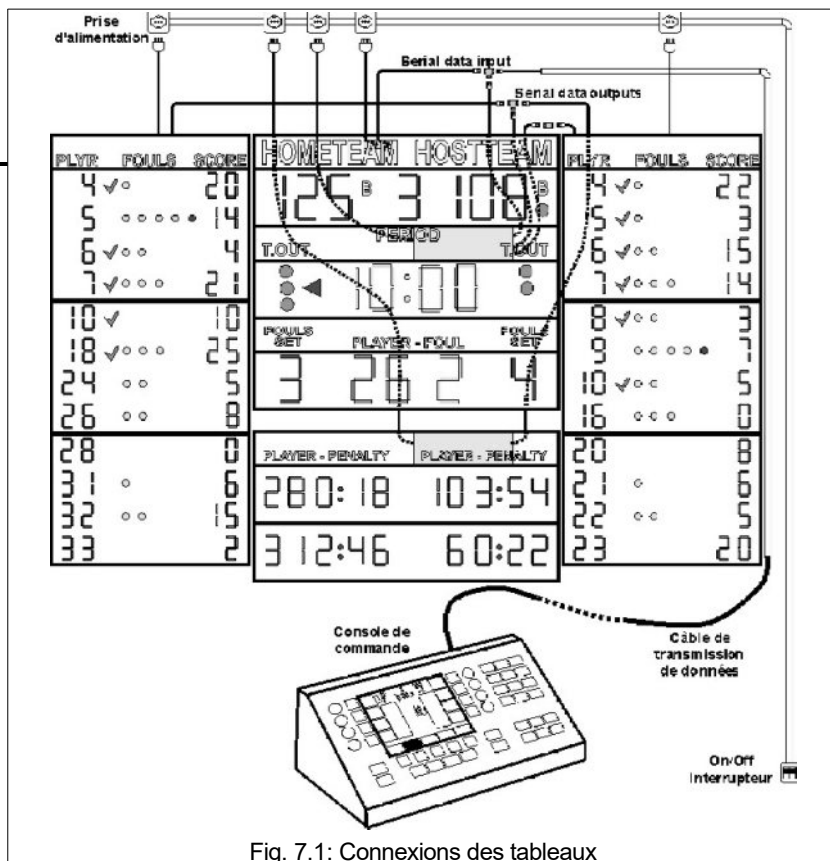

Fig. 7.1: Connexions des tableaux
3. Pour la connexion aux autres tableaux de la série FS placés à proximité, comme par exemple les tableaux latéraux pour l'affichage des fautes/score des joueurs ou ceux centraux pour les temps de pénalité (voir exemple à la Fig. 7.1), branchez aux connecteurs "SERIAL DATA OUTPUT" les autres câbles rallonge d'1 m, comme indiqué au paragraphe précédent.
Chaque tableau est équipé d'un câble d'alimentation avec une fiche. Pour allumer et éteindre le tableau facilement, il est recommandé d'installer une prise d'alimentation juste au-dessus du tableau (voir exemple à la Fig. 7.1).
La Fig. 7.1 illustre une configuration constituée par un tableau central, des tableaux latéraux pour l'affichage des fautes et du score des joueurs et un tableau inférieur pour l'affichage des temps de pénalité.
ceux inférieurs pour l'affichage des temps de pénalité, peuvent être connectés aux deux autres câbles série "SERIAL DATA OUTPUT" au moyen des adaptateurs correspondants (voir Fig. 7.1).